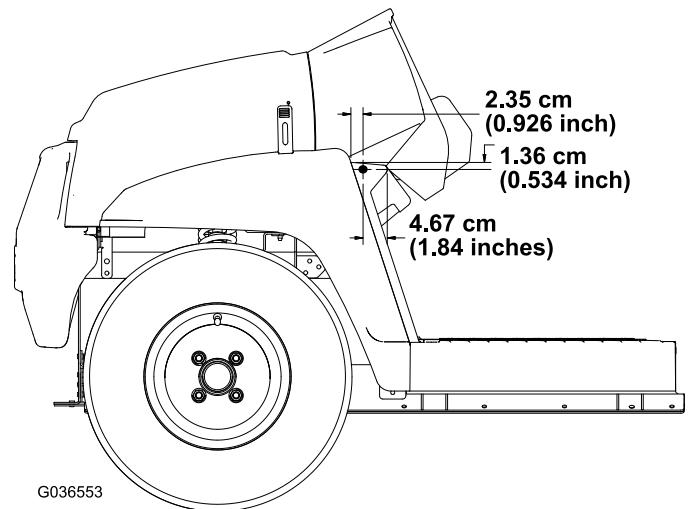

Figura 4
3. Utilizando as dimensões indicadas na Figura 4, faça 1 furo (5/16") no exterior da placa dos pés nos lados esquerdo e direito da máquina.